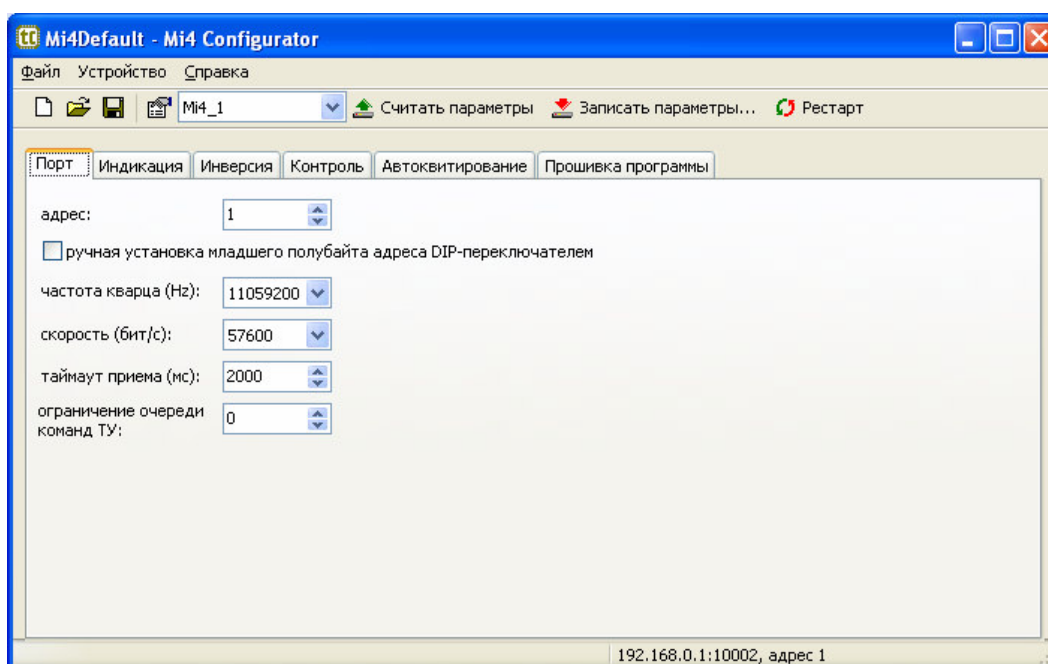

Рисунок 8 – Окно программы Mi4 Configurator
Добавьте новый модуль, установите для него параметры соединения и индивидуальный или универсальный адрес (255) модуля. После нажатия кнопки ОК программа отображает главное окно (рисунок 8).
5.2.2 Общие параметры модуля (рисунок 8):